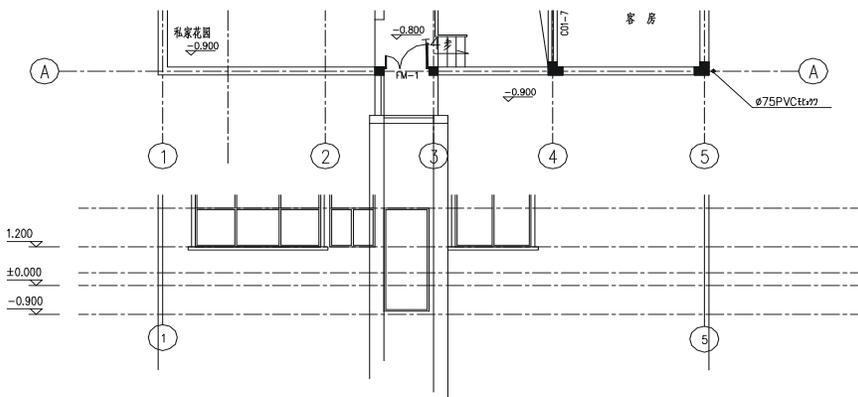

图 10-1-15
- STEP 14** 将如图 10-1-14 所示的立面图对齐一层平面图，使用绘制直线命令 LINE 引出竖直的辅助线，并使用偏移命令 OFFSET 将  $\pm 0.000$  的楼层标高线向上偏移 1300，如图 10-1-15 所示。